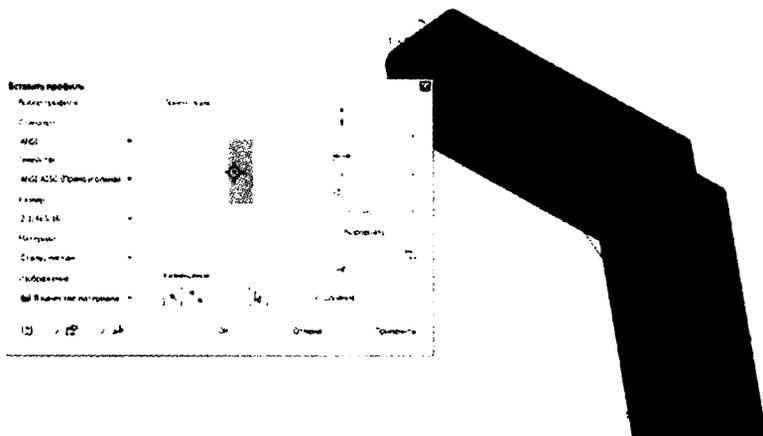

Рис. 11.5 Построение металлической рамы через прямые линии и дуги
- Измените точку ориентации на **среднюю слева**, установите угол поворота сечения **90 градусов**, поставьте галочку **Слияние**. Проверьте результат по рис. 11.5.